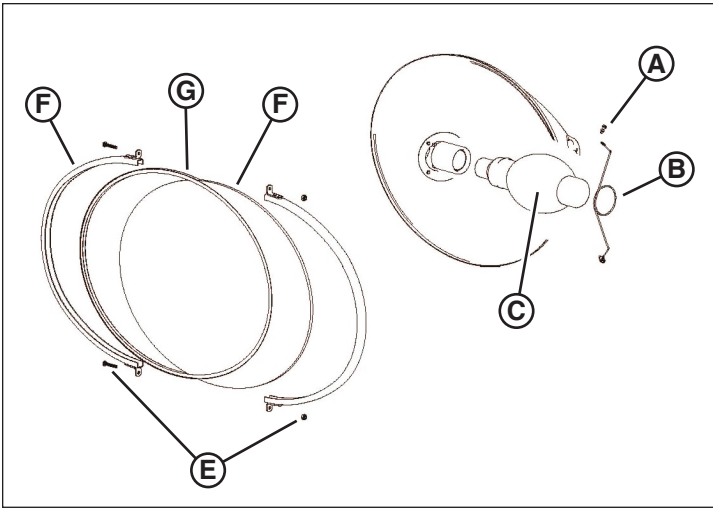

Figura 22
4. Suelte los tornillos del canal de la lente (E, Figura 22) para permitir la extracción del canal (F).
5. Quite la empaquetadura de silicona (G, Figura 22) y la lente (H).
6. Quite los tornillos del sujetador de soporte (A, Figura 22) y el sujetador de soporte (B).
7. Quite con cuidado la lámpara antigua (C, Figura 22) e instale la lámpara de repuesto correcta. Consulte **Especificaciones**.
8. Limpie el reflector (D, Figura 22) y la lente.